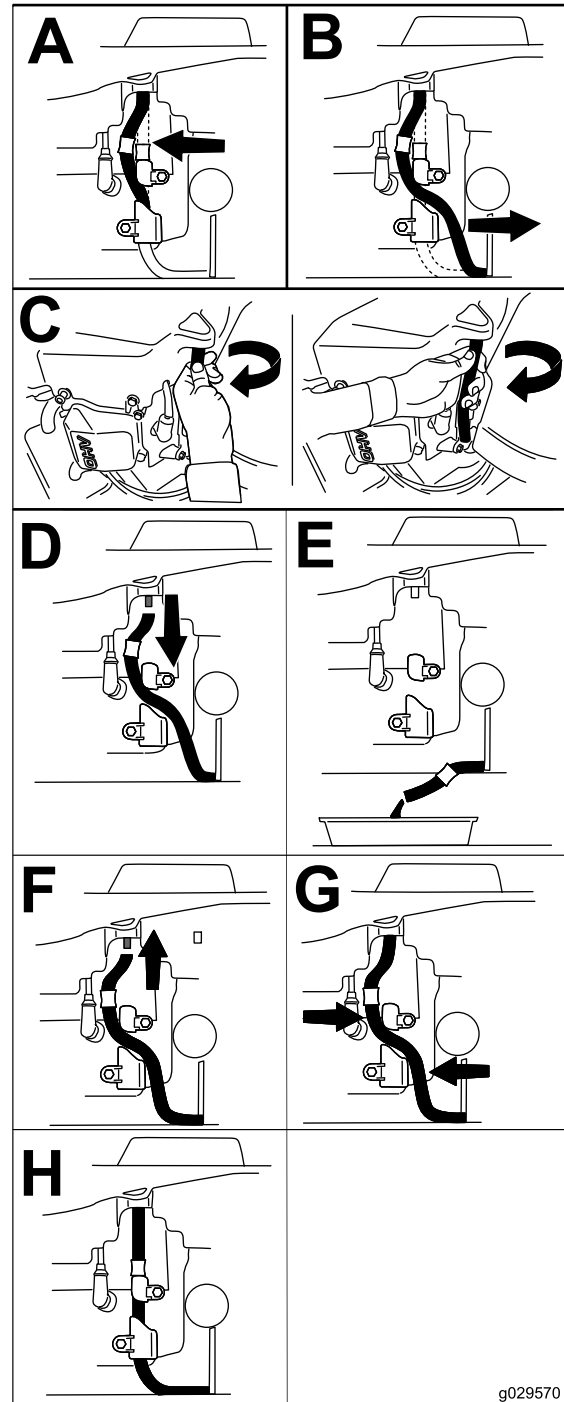

Figura 41
3. Scurgeți uleiul din motor (Figura 41).